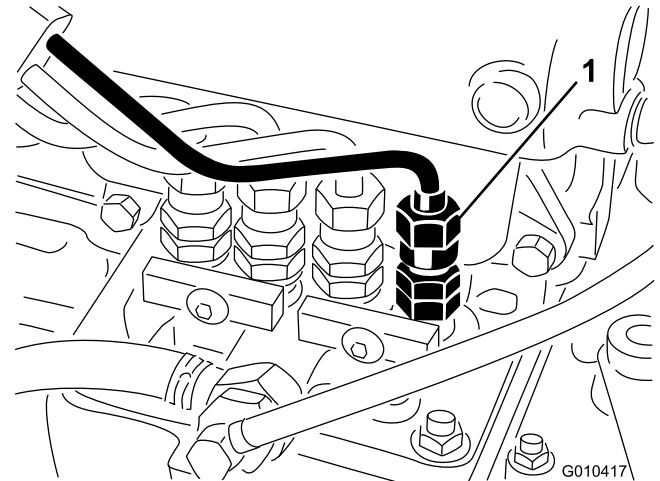

Figura 56
1. Afloje la conexión entre el tubo y el conjunto de la boquilla y soporte del inyector N° 1 en la bomba de inyección (Figura 56).